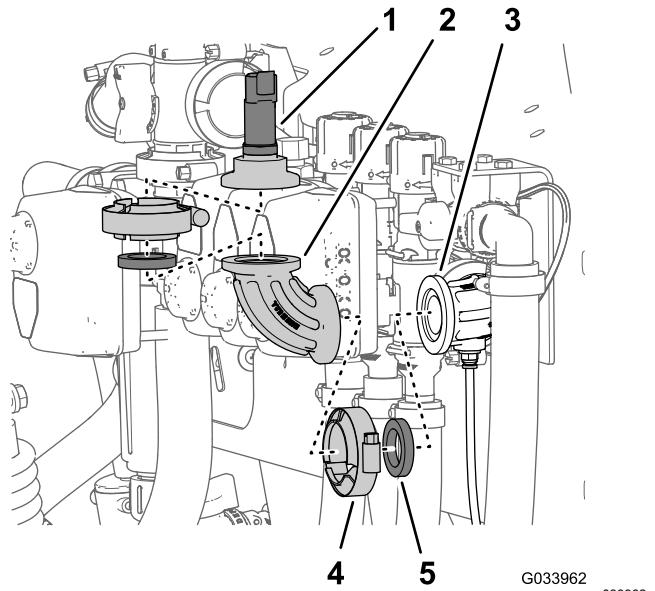

図 26
2. 水圧トランスデューサを90° フィッティングに固定しているフランジクランプを外して、トランスデューサ、ガスケット、フランジクランプを外す 図 26。
3. 90° フィッティングをセンスチューブ用コネクタ付き90°に固定しているフランジクランプを外して、90° フィッティング、ガスケット、フランジクランプを外す図 26。